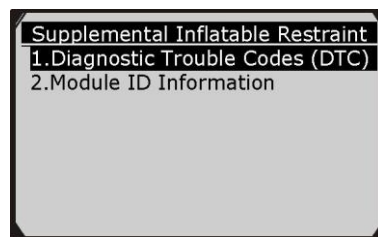

Рисунок 6-8
7) Для ознакомления с диагностическими кодами неисправностей или идентификационной информацией модулей выберите параметр **Supplemental Inflatable Restraint** [Система пассивной безопасности] или **Electronic Brake Control Module** [Блок управления электрическим тормозом], используя кнопки прокрутки вверх/вниз. После этого нажмите кнопку **ОК**. См. рисунок 6-8.